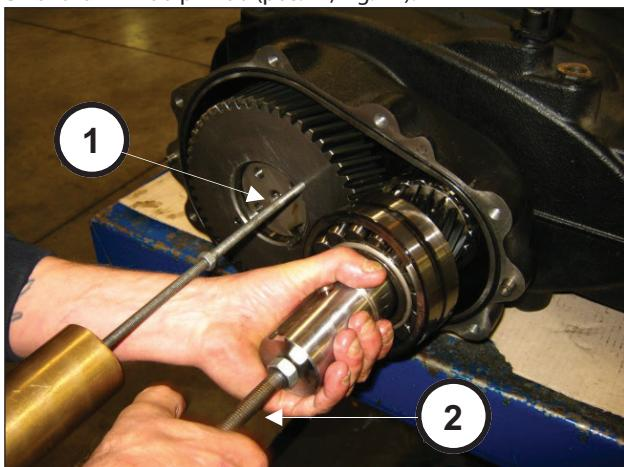

Fig. 12
Para poder remover o conjunto pinhão + coroa, é necessário aplicar um martelo nos 2 furos M8 da coroa (pos. ①, Fig. 12) e no furo M14 do pinhão (pos. ②, Fig. 12).